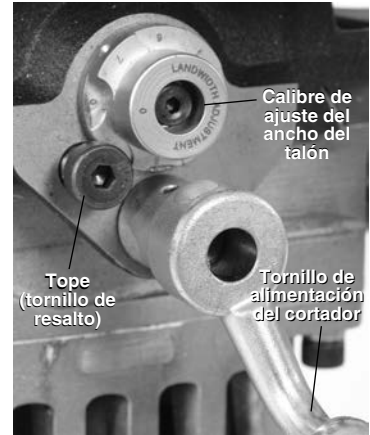

Figura 18 – Fijación del calibre de ajuste del ancho del talón
6. Fije el ancho del talón del bisel (Figura 18) con el calibre de ajuste. Si el calibre está en 0, no habrá talón en el extremo del tubo. Cada paso adicional en el cal-
haga girar el tornillo de alimentación del cortador (Figura 18). Conecte el cabezal cortador con la pieza trabajada hasta que el tope toque el calibre de ajuste del talón. No use aceite de corte ni refrigerante.